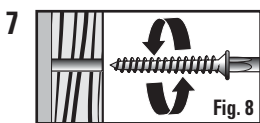

**Fig. 6**
5 On the backplate, the 1-inch round knock-out and the 2 T-shaped knock-outs need to be removed for standard installation (Fig. 5). **CAREFULLY REMOVE THE KNOCK-OUT BY HAMMERING A FLATHEAD SCREWDRIVER OR PUNCH UNTIL THE SURFACE BREAKS (Fig. 6).** If the knock-out did not break free, use pliers and bend it back and forth until it snaps off.
- 5 En la placa trasera, es necesario retirar el destapadero redondo de 2,5 cm y los 2 destapaderos con forma de "T" para realizar la instalación estándar (Fig. 5). **QUITE CUIDADOSAMENTE EL DESTAPADERO GOLPEANDO CON UN MARTILLO UN DESTORNILLADOR DE CABEZA PLANA O UN PUNZÓN HASTA QUE LA SUPERFICIE SE ROMPA (Fig. 6).** Si el destapadero no se suelta, use unos alicates y dóblelo hacia atrás y hacia delante hasta que se desprenda.